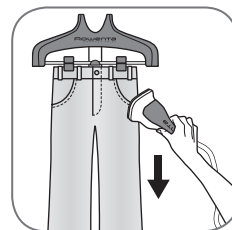

fig. 14
- Suspendez le vêtement sur le cintre intégré ou sur un autre cintre que vous pouvez suspendre à l'accroche cintre situé sur la tige du cintre. Pour le défroissage des pantalons, nous vous conseillons d'utiliser également le support avec pinces comme indiqué sur le dessin. (fig.14)